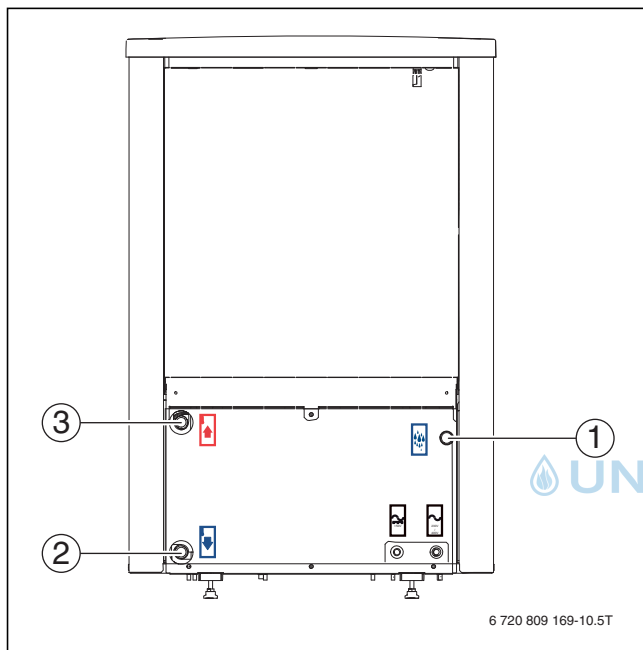

Bild 13 Wärmepumpenanschlüsse. Gültig für alle Größen.
- Rohr für Primärkreiseingang vom Wärmepumpen-Kompakteinheit anschließen (→ [2], Abb. 13).
- Rohr für Primärkreisausgang zum Wärmepumpen-Kompakteinheit anschließen (→ [3], Abb. 13).